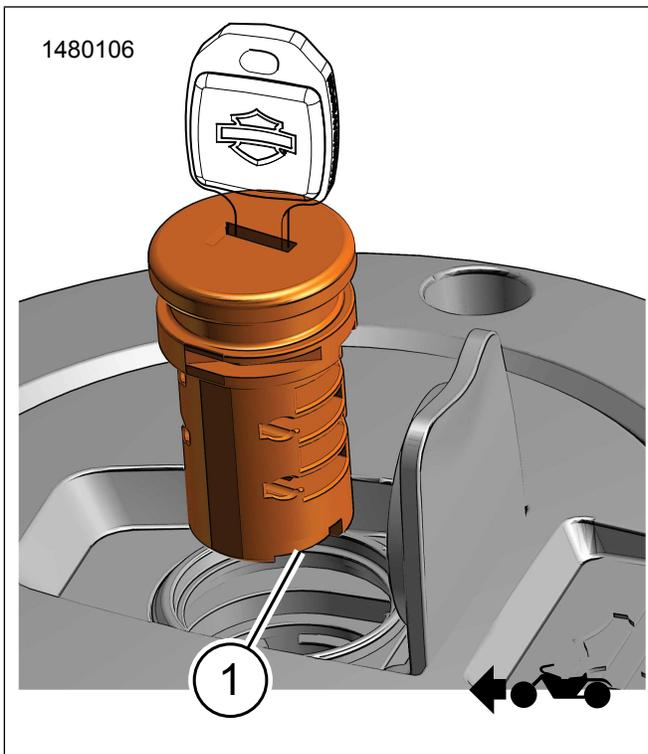

Figure 9. Verrouiller l'orientation du cylindre
- Voir la figure 9. Orienter l'encoche du cylindre de verrouillage (1).